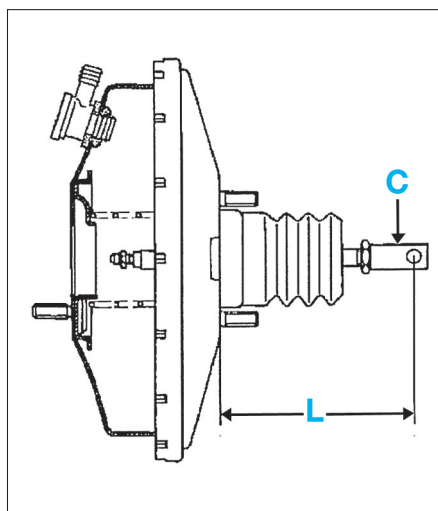

FIG. 20
Avant le remontage du servofrein, vérifier le dépassement $L = 165,5$ mm réglable par la tige (C) (fig. 20).